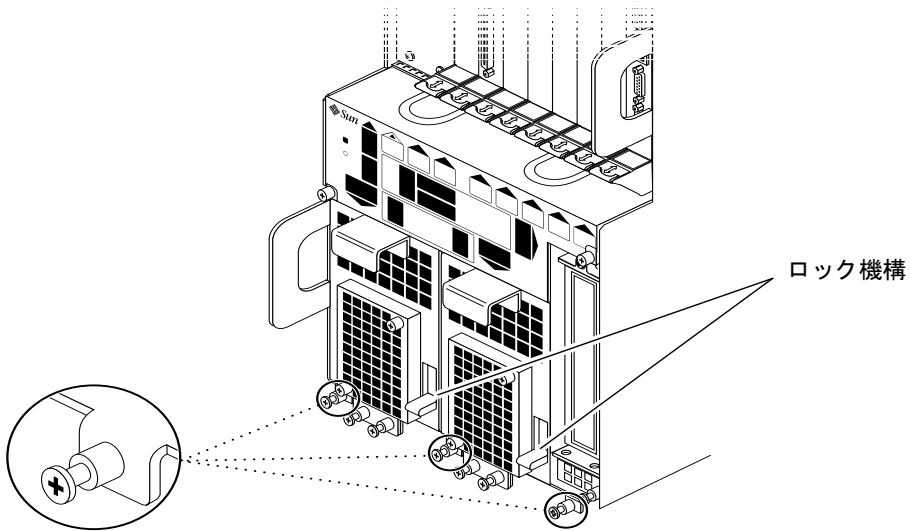
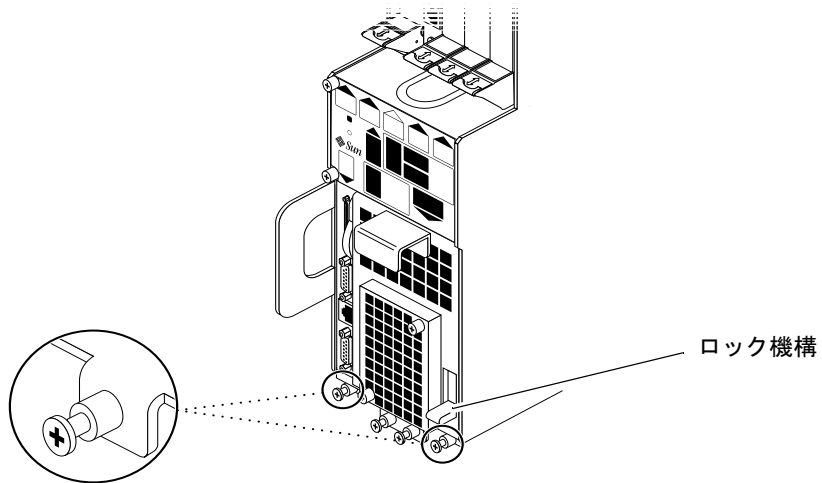

図 2-10 Netra ct 800 サーバーの最下部のねじを緩める
図 2-11 Netra ct 400 サーバーの最下部のねじを緩める
- Netra ct 800 サーバーを取り外す場合は、サーバーの最下部にある 3 つの黒の固定ねじを緩めます (図 2-10)。
- Netra ct 400 サーバーを取り外す場合は、サーバーの最下部にある 2 つの黒の固定ねじを緩めます (図 2-11)。
図 2-10 は、2 台の Netra ct 800 サーバー装置のロック機構の位置、図 2-11 は、1 台の Netra ct 400 サーバー装置のロック機構の位置を示します。Netra ct 800 サーバーを交換する場合、必ず両方の装置をロック解除してください。解除しないと、シャーシからサーバーを取り外せません。